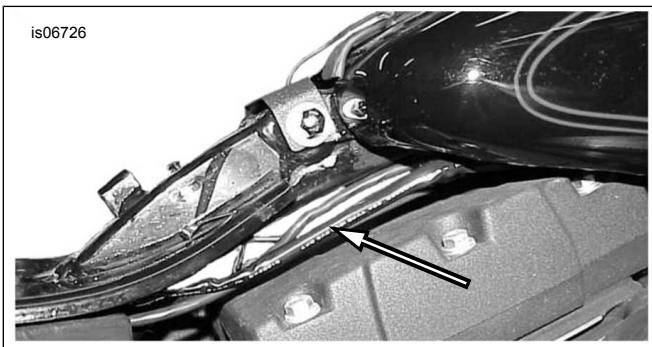

Figura 31. Routing tal-Wajer tat-Trasmettitor għall-Fanal Prinċipali (Dyna)
1. Ara Figura 31 . Uża ċineg tal-kejbil mill-kit sabiex taqfel il-wajer tat-trasmettitor li jifdal (abjad) u l-conduit mal-wajers tal-vettura li jwasslu għall-fanal prinċipali. Għolli t-tank tal-fjuwil Daħħal il-wajers taħt it-tank lejn il-fanal prinċipali.